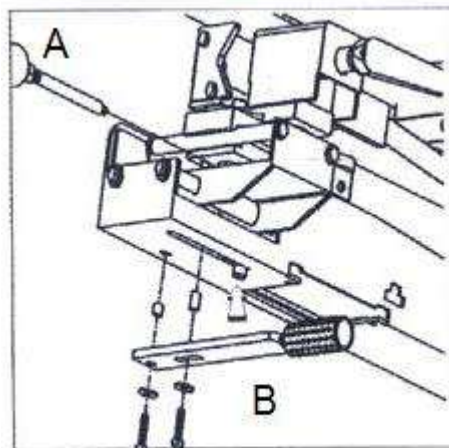

Рисунок 3
6. Установите рукоятку А и рычаг В в передней части и под зажимом (см. Рис. 3).
Под координатным столом зажима расположен блок, с помощью которого можно отрегулировать стандартный упор (см. Рис. 3). Этот упор предназначен для движения обрабатываемой продукции в направлении шлифовального ролика. На плоской стороне прижимного блока расположено два резьбовых отверстия М8, с помощью которых можно прикрепить упор по длине.